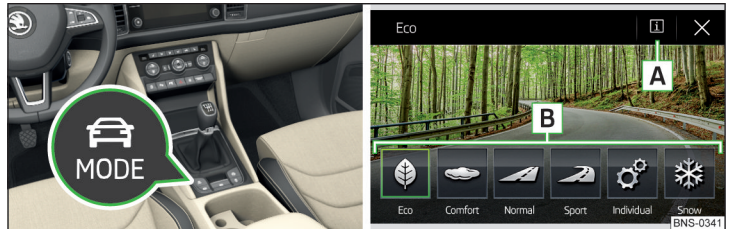

Abb. 308 Taste für die Auswahl des Fahrmodus / Anzeige im Infotainmentbildschirm
» Die Taste  » Abb. 308 drücken.
» Abb. 308.
- ▶ Durch Antippen der entsprechenden Funktionsfläche im Infotainmentbildschirm » Abb. 308.